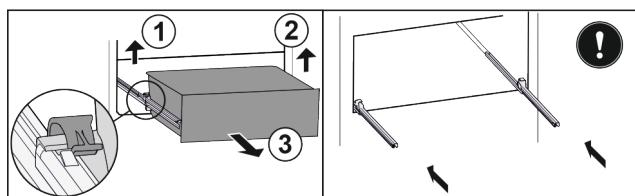

Fig. 26
- Nadvihnite ľavú svorku a súčasne ťahajte zásuvku vľavo dopredu Fig. 26 (1).
- Nadvihnite pravú svorku a súčasne ťahajte zásuvku vpravo dopredu Fig. 26 (2).
- Odoberte zásuvku dopredu Fig. 26 (3).